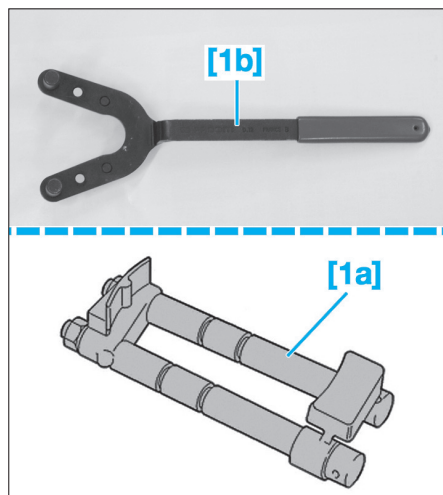

Fig. 70
- [1a] ou [1b]. Outil de blocage pour arbre à cames (réf Peugeot [1a] : 191 ou Facom [1b] : D12) (Fig.70).